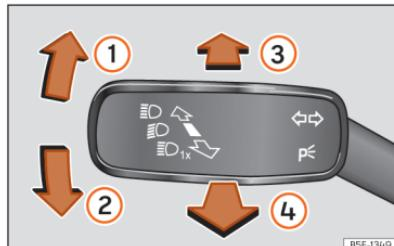

Fig. 84 Manípulo dos indicadores de mudança de direção e dos máximos.
- A partir da posição base, pressione para a frente o manipulo dos indicadores de mudança de direção e de máximos  Fig. 84 ③.
- **OU:** se o assistente de máximos estiver ligado, puxe para trás o manipulo dos indicadores de mudança de direção e de máximos  Fig. 84 ④.